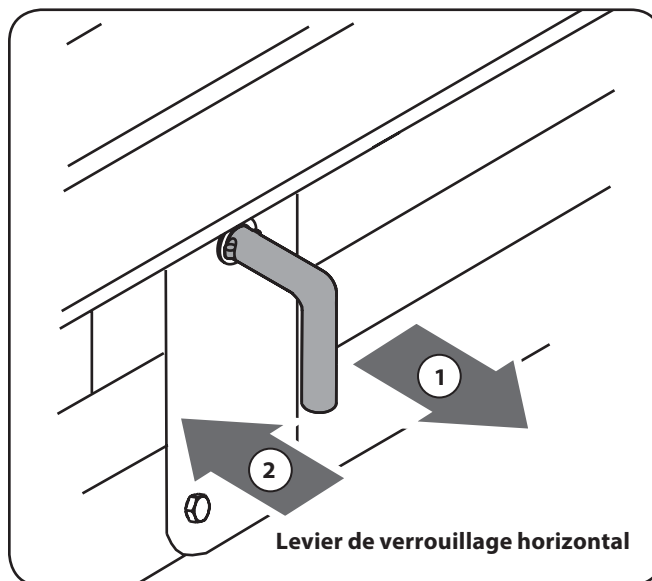

Figure 5-3
- b. Le levier de verrouillage horizontal est autobloquant. Le verrou à ressort s'enclenche lorsque la poutre est abaissée en position. Voir Figure 5-3.